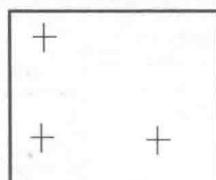

图1-8 三点创建坐标系图
② 给出坐标原点、 x 轴正方向上一点和 y 轴正方向上一点，确定 xOy 面如图1-8所示。
③ 弹出输入框，在此输入坐标系名称，按回车键确定。
(3) 两相交直线方式：拾取一条直线作为 x 轴，给出正方向，再拾取另外一条直线作为 y 轴，给出正方向，生成新的坐标系。